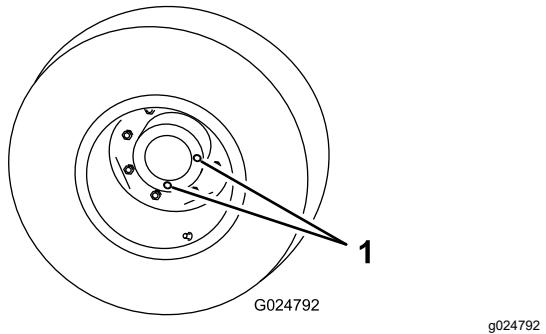

図 67
- 点検/ドレンプラグが一番低い位置時計の 6 時の位置に来るよう停止させる図 67。